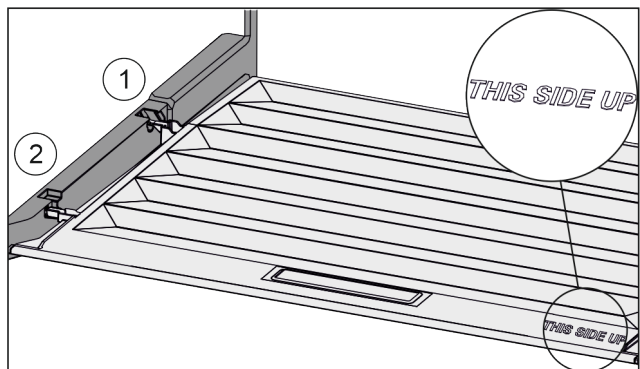

Fig. 28
- Пъхнете шийките на капака през отвора в задния държач Fig. 28 (1) и фиксирайте отпред в държача Fig. 28 (2).